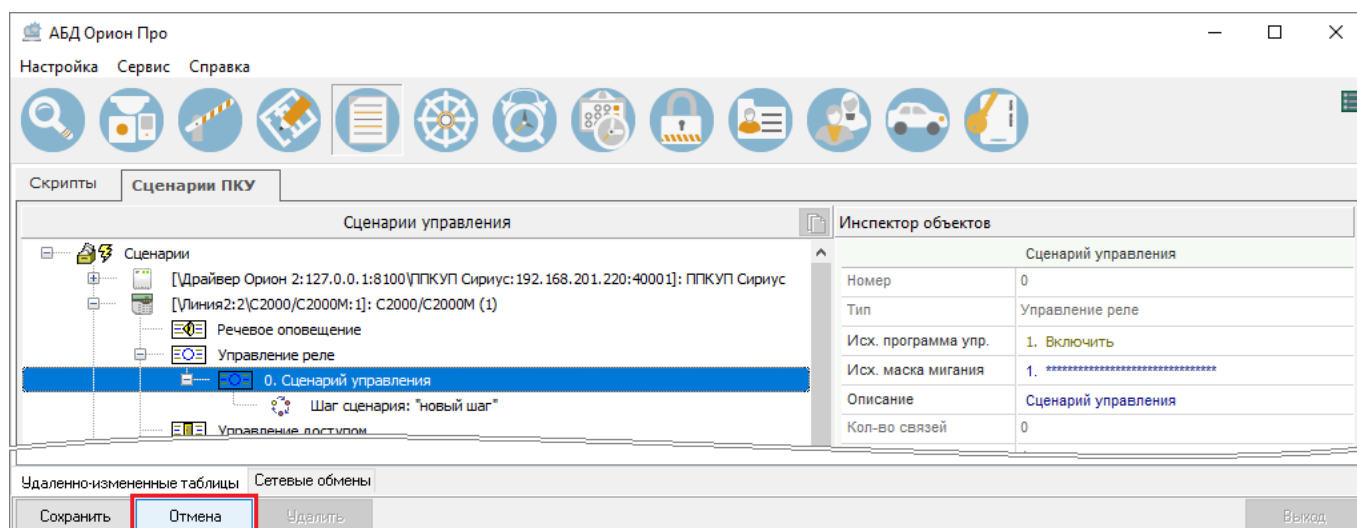

Рисунок 6-624 Выход из режима редактирования без сохранения изменений
- 2) Для выхода из режима редактирования без сохранения изменений нажмите кнопку «Отмена» (см. Рисунок 6-624) – все изменения, внесенные после перехода в режим редактирования будут отменены.